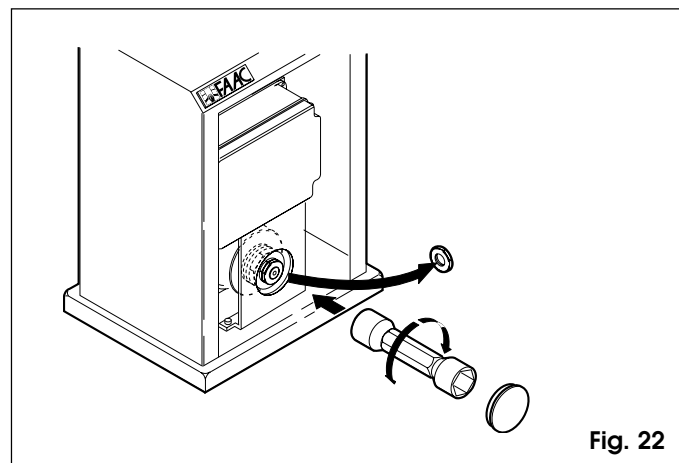

Fig. 22
- Colocar de nuevo la leva de la fig.22 hasta el tope mecánico.